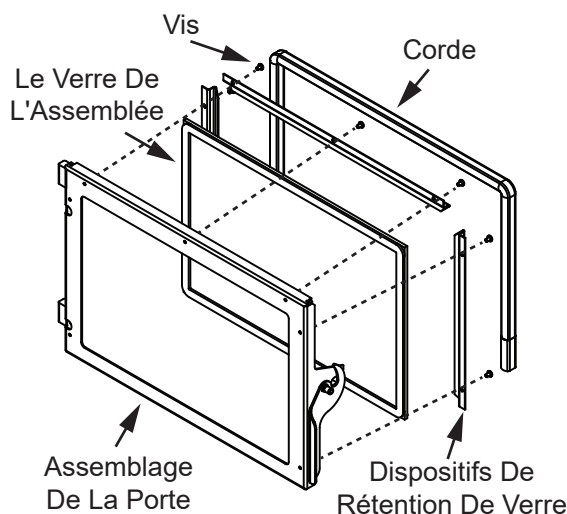

Figure 26.1
4. Glissez la tige de retenue d'abord dans le trou supérieur, puis alignez l'extrémité ondulée inférieure avec le trou de la porte. L'extrémité ondulée doit être parallèle à la vitre pour pouvoir l'insérer correctement. **Figure 26.1.**